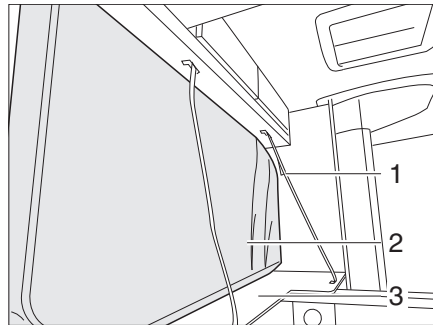

Bild 46 Abbau Variante 1
- Lattenrost aus der Arretierung heben und auf der Blende (Bild 46,3) aufstellen.
- Die Polster, Matratzen und Lattenroste (Bild 46,2) nebeneinander stellen.
- Alles mit dem Gurt (Bild 46,1) sichern.